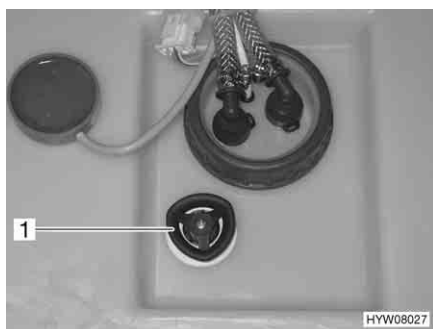

Fig. 59 Serbatoio dell'acqua con maniglia girevole
- Sul serbatoio dell'acqua, ruotare la maniglia girevole (Fig. 59,1) in senso orario fino all'arresto.
- Sul serbatoio dell'acqua, ruotare la maniglia girevole (Fig. 59,1) in senso antiorario fino all'arresto. L'acqua fuoriesce fino a ca. 20 litri.
- Sul serbatoio dell'acqua ruotare la maniglia girevole (Fig. 59,1) in senso antiorario, oltre la resistenza verso l'esterno fino all'arresto, per aprire completamente l'apertura di scarico.